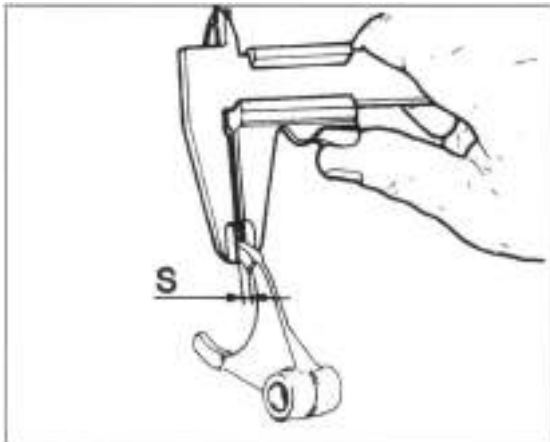
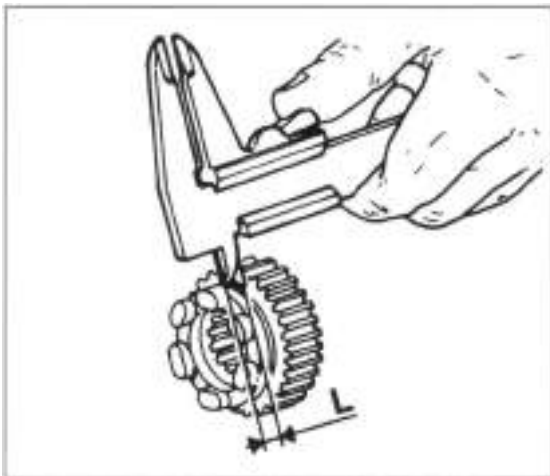

Bild 205
Bild 206
- Falls Spiel aus Toleranz, Schaltgabeldicke (Bild 205) und Laufrippenbreite messen (Bild 206). Gegebenenfalls Schaltgabel, betreffendes Zahnrad oder beide ersetzen. Sollwert Laufrippe 4,070 - 4,185 mm. Sollwert Schaltgabeldicke 3,90 - 4,00 mm.